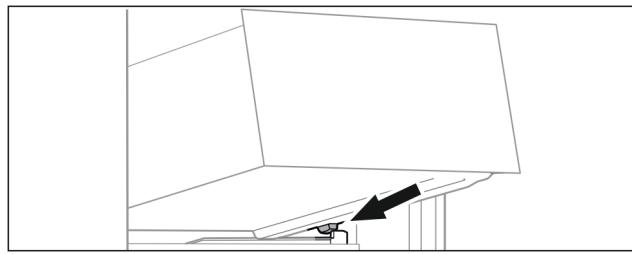

Fig. 58
- ▶ 将抽屉斜放在容器肋梁上的止动器后面。(参见 Fig. 58)